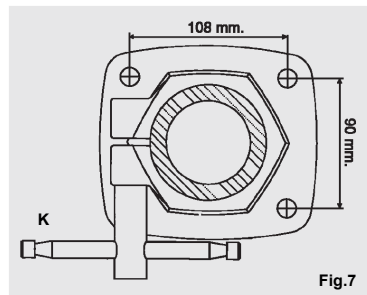

Fig.7
Försäkra dig om att blockeringshandtaget (M) på den vertikala pelaren på basen är korrekt åtdraget (se Fig.7).